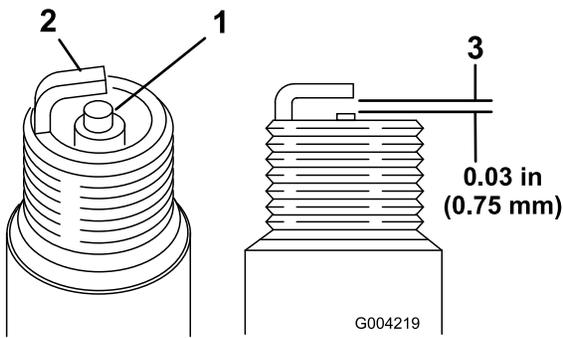

Figure 15
1. Examinez le centre de la bougie (Figure 15). Si le bec isolant est recouvert d'un léger dépôt gris ou brun, le moteur fonctionne correctement. S'il est recouvert d'un dépôt noir, cela signifie généralement que le filtre à air est encrassé.
2. Contrôlez l'écartement entre l'électrode centrale et l'électrode latérale (Figure 15). Courbez l'électrode latérale (Figure 15) si l'écartement est incorrect.